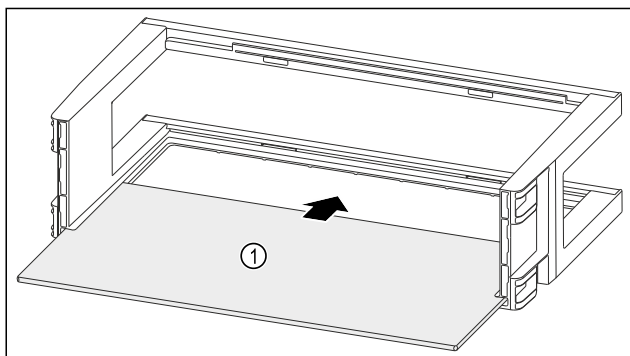

Fig. 111
- Zasuňte odkladaciu plochu Fig. 111 (1) do bočných vybrání.